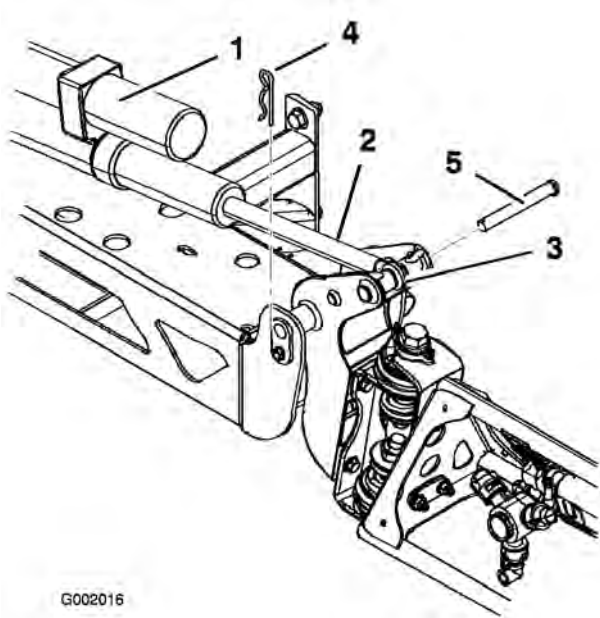

Figura 44
2. Togliete la coppiglia dal perno di articolazione (Figura 44).
3. Sollevate la barra e togliete il perno (Figura 44). Abbassate lentamente la barra al suolo.
6. Alzate la barra per allineare il perno con l'asta dell'attuatore. Tenete ferma la barra e inserite il perno attraverso il perno della barra e l'asta dell'attuatore (Figura 44).